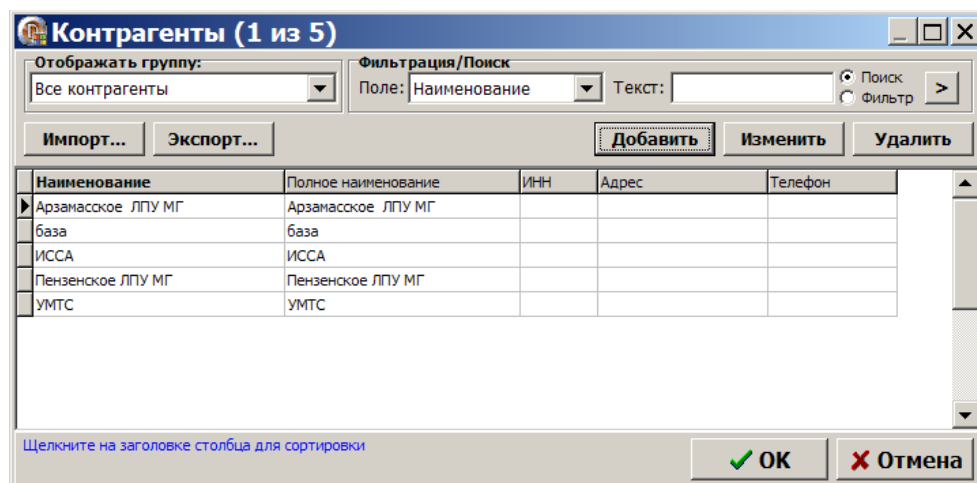

Рис. 32
Для проведения настроек списка контрагентов выберите АЗС, в меню «Настройка АЗС\Контрагенты» откройте окно «Контрагенты» (рис.32). В открывшемся окне отражен список контрагентов общий для всех видов оплаты.
Для проведения настроек контрагентов откройте окно «Общий справочник контрагентов (меню «Настройка\Общий справочник контрагентов»)» (рис.32а). В открывшемся окне отражен список контрагентов общий для всех АЗС.
Рис.32а
- откройте окно «Сборка единого справочника контрагентов» (Настройка\Привязка контрагентов к общему справочнику), рис.32б;
- выберите АЗС, контрагентов которой хотите перенести в общий справочник контрагентов и нажмите кнопку «Привязать контрагентов АЗС к общему справочнику», рис.32б;
- в открывшемся окне отметьте контрагентов для привязки (или выберите действие «Выделить все») и нажмите кнопку «Привязать». Появится сообщение о количестве привязанных контрагентов, нажмите «Ок», привязанные контрагенты будут слева помечены «✓» рис.32в.
- при наличии системы дисконтирования ПроЦентКарт аналогично перенесите контрагентов ПроЦентКарт в общий справочник — нажмите кнопку «Перенести контрагентов ПроЦентКарт в общий справочник», рис.32с.
Рис.32б
Рис.32в
Рис.32с
Для добавления нового контрагента щелкните мышкой на . В открывшемся окне внесите информацию о контрагенте и нажмите «Ок», рис.32д
Для удаления имеющегося в справочнике контрагента щелкните мышкой на . На закладке «АЗС» можно задать на какие АЗС будет передаваться учетная запись данного контрагента (рис.32е).
На закладке «Привязка для ПЦ» можно задать на каких АЗС будет разрешено или запрещено обслуживание данного контрагента, всех карт ПроЦентКарт данного контрагента или выбранных (рис.32ж).
На базе ПО WEB-ОФИС и опций Отчеты КО (для коммерческого отдела) и Личный кабинет клиента можно организовать, настроить и запустить «ЛИЧНЫЙ КАБИНЕТ КОНТРАГЕНТА КО». На закладке «WEB» (рис.32з) можно задать список пользователей (логин, пароль), которые могут строить отчеты по КО (коммерческому отделу) через WEB-Офис (личный кабинет контрагента КО).
Рис.32д
Рис.32е
Рис.32ж
Рис.32з
Для настройки видимости полей таблицы щелкните мышкой на . В открывшемся окне отметьте галочкой поля, которые необходимы в окне общего справочника, рис.32и.
Рис.32и